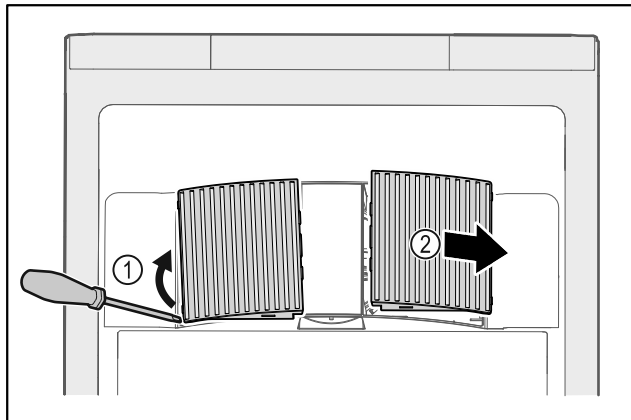

Fig. 199
- ▶ Ventilatorabdeckungen vorsichtig von der Seite heraushebeln Fig. 199 (1) und nach vorne abnehmen Fig. 199 (2).